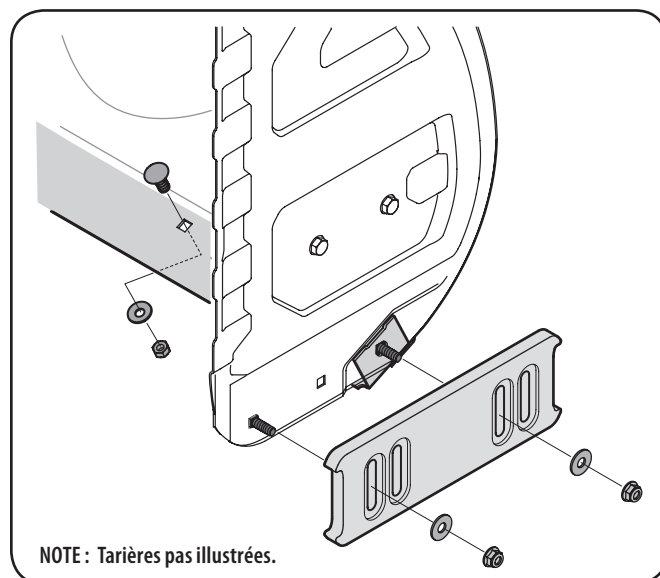

Figure 6-1
2. Changez le patin de bord et installez-le avec les quatre boulons de carrosserie (deux de chaque côté) et les quatre écrous à bride. Voir la Figure 6-1.